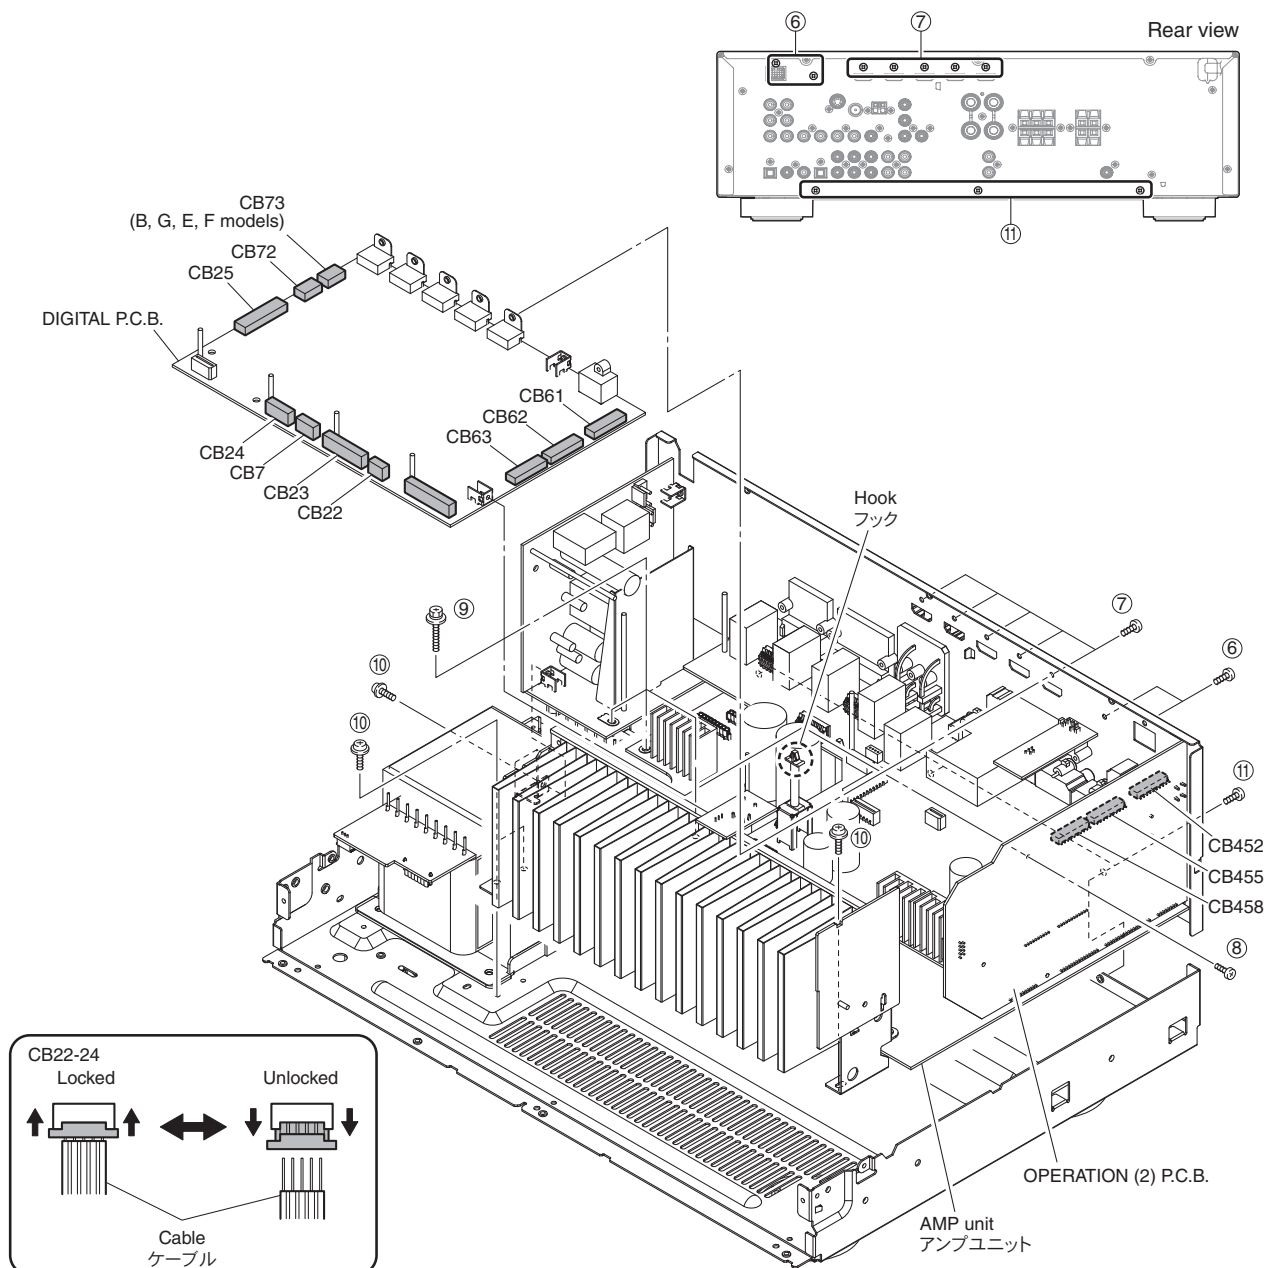

Fig. 2
- Remove 2 screws (⑥) and 5 screws (⑦). (Fig. 2)
- Remove screw (⑧). (Fig. 2)
- Remove CB7, CB25, CB72 and CB73 (B, G, E, F models). (Fig. 2)
- Unlock and remove CB22~24. (Fig. 2)
- Release hook. (Fig. 2)
- Remove the DIGITAL P.C.B. which is connected directly to the OPERATION (2) P.C.B. with board-to-board connectors. (Fig. 2)
- Remove 3 screws (⑨) and 4 screws (⑩). (Fig. 2)
- Remove 3 screws (⑪). (Fig. 2)
- Remove the amp unit. (Fig. 2)
- ⑥ のネジ 2 本、⑦ のネジ 5 本を外します。(Fig. 2)
- ⑧ のネジ 1 本を外します。(Fig. 2)
- CB7、CB25、CB72 を外します。(Fig. 2)
- ロックを外し、CB22～24 を外します。(Fig. 2)
- フック 1 箇所を外します。(Fig. 2)
- DIGITAL P.C.B. を取り外します。ただし、DIGITAL P.C.B. は OPERATION (2) P.C.B. に基板対基板コネクタで直接接続されています。(Fig. 2)
- ⑨ のネジ 3 本、⑩ のネジ 4 本を外します。(Fig. 2)
- ⑪ のネジ 3 本を外します。(Fig. 2)
- アンプユニットを取り外します。(Fig. 2)